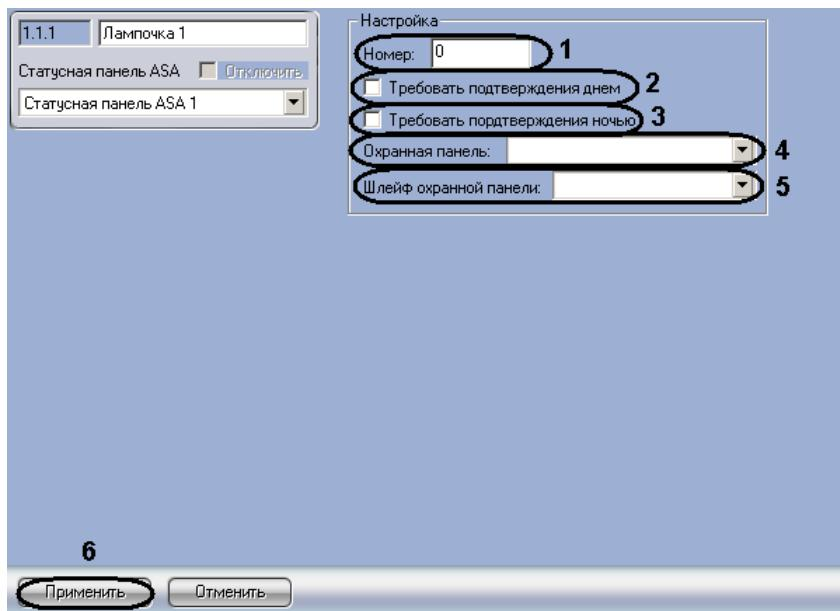

Рис. 3.5-8 Панель настроек объекта Лампочка
1. Перейти на панель настроек объекта **Лампочка** (Рис. 3.5-8).
2. В поле **Номер**: необходимо ввести порядковый номер датчика (см. Рис. 3.5-8, 1).
3. Если требуется днем подтверждать тревогу необходимо установить флајок **Требовать подтверждения днем** (см. Рис. 3.5-8, 2).
4. Если требуется ночью подтверждать тревогу необходимо установить флајок **Требовать подтверждения ночью** (см. Рис. 3.5-8, 3).
5. Выбрать охранную панель, к которой относится данный датчик, из соответствующего раскрывающегося списка (см. Рис. 3.5-8, 4).
6. Выбрать шлейф охранной панели, к которому относится данный датчик, из соответствующего раскрывающегося списка (см. Рис. 3.5-8, 5).